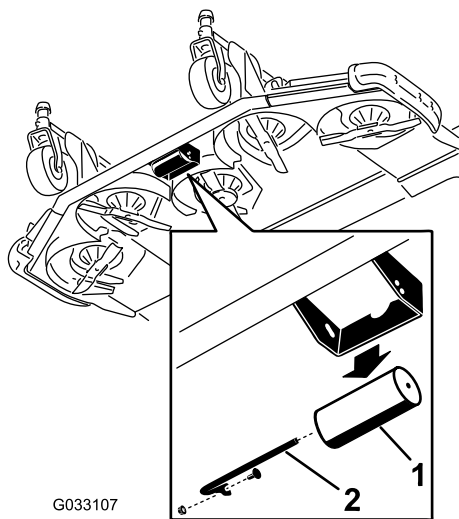

Figura 26
1. Rimuovete l'albero del rullo, la vite e il dado che fissano l'albero del rullo alla staffa del piatto di taglio (**Figura 26**).